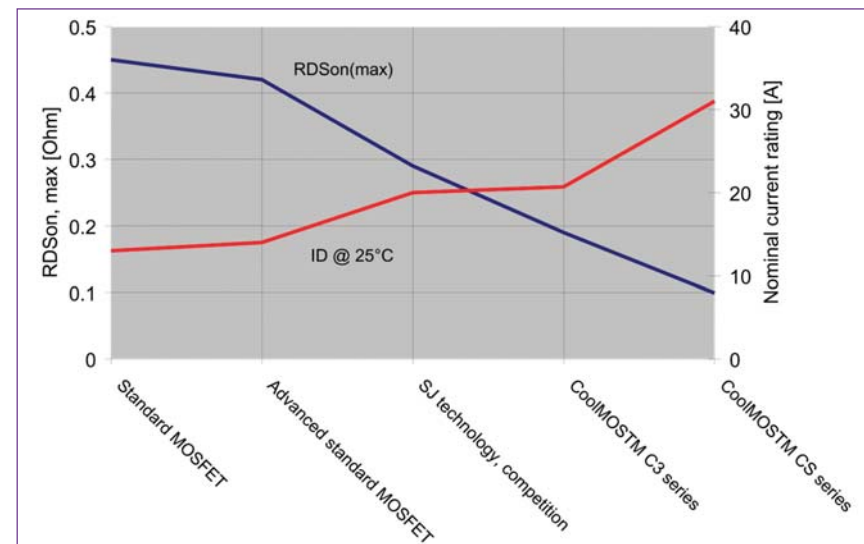

图 1. RDSon 的技术进步和 600V 额定 MOSFET 的连续漏极电流处理能力。
今年推出的新型 600V CoolMOS 系列的目标是诸如服务器或电信电源的大功率应用^[1]。新系列的主要特性在于，与现有的技术相比，在一个给定的封装中的源极与漏极导通电阻 (RDS,on) 显著降低，而且整个栅电荷可减少 40%，从而极大地减少所需的驱动功耗，存储在输出电容里的能量也可以很低。开关损耗可以维持极低的水平，这是超级结点 (SJ) 器件^[2]的特征。TO220/TO247 封装的 99mΩ，以及 TO247 封装的 45mΩ 的 RDS,on 是第一种产品，可与现有采用 TO220 和 TO247 封装的 190mΩ 和 70mΩ CoolMOS 技术相媲美。由于 MOS 单元密度的增加和 SJ 结构^[3]间距的减小，降低 RDS,on 是可能的。随着 RDS,on 的降低，电流处理能力会相应增加。连续漏极电流额定值和 RDS,on 之间的关系，以及 TO220 封装的标准 MOSFET 和 SJ 技术之间的对比如图 1 所示。采用 600V TO220 封装的每种技术的最低 RDS 都进行了比较。SJ 技术已经达到了意想不到的开关速度。对于标准 MOSFET 的 20-50ns 范围的上升时间 / 下降时间来说，目前 5ns 以下的性能足以将接通和断开的功率损耗下降近一个数量级。